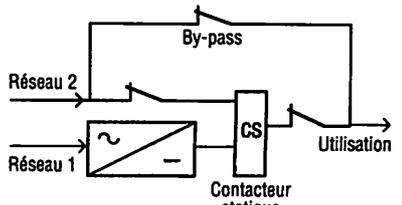

Fig. 19 : Montage d'une alimentation sans interruption avec 2 réseaux.
c) Alimentation sur deux réseaux (fig. 19)